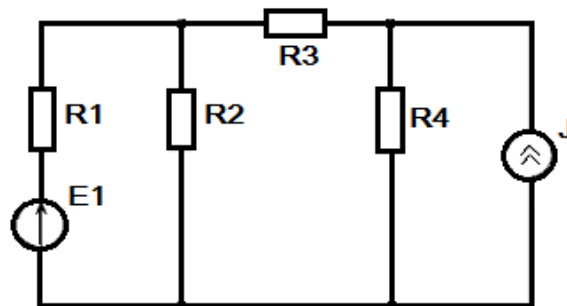

Рис. 1.53. Схема к задаче 2
2. Определить ток  $I_3$ , если  $R_1 = 1$  Ом,  $R_2 = R_4 = 1$  Ом,  $R_3 = 1$  Ом,  $E_1 = 110$  В,  $J = 2$  А (рис. 1.53).